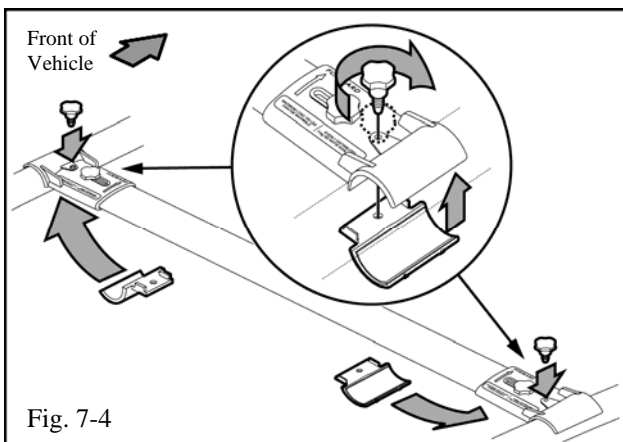

Fig. 7-4
- (d) Place lower clamp under cross bars then tighten knobs. (Fig 7-4)